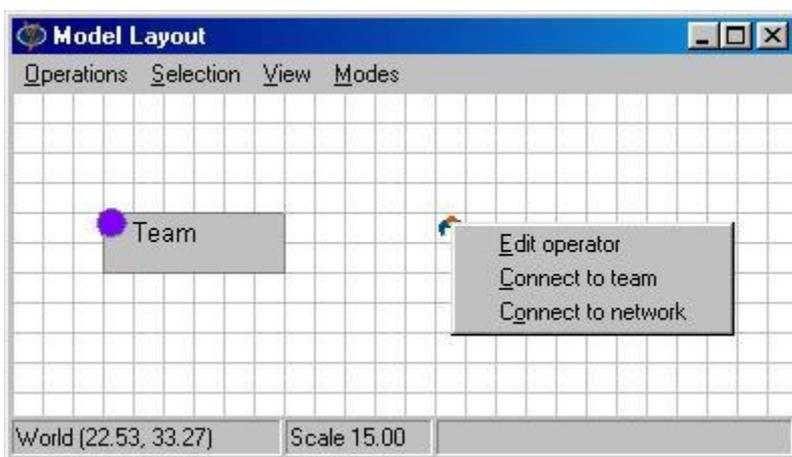
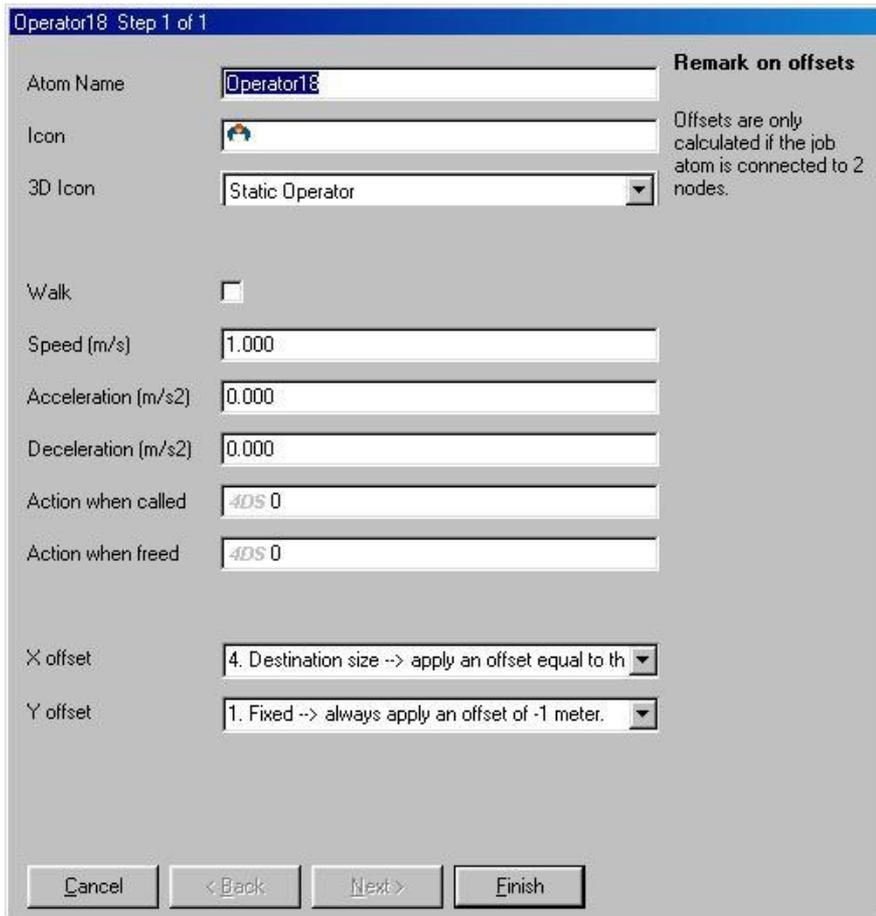

图 9-2 Team(团队)与 Operator(操作员)
图 9-4 Operator的输入窗口
现在我们将一个Operator(操作员)和一个Team(团队)原子拖进模型。这两个原子都能在Operators下的库中找到。右键点击Operator(操作员)就能打开(图9-2)的窗口, 其中有3个选项:
右键点击Operator（操作员）选择(如图9-2) Edit Operator，就会出现输入窗口(如图9-4).
4. 通过右击将Operator（操作员）与网络相连接，通过Operator（操作员）上的光标，选择Connect to network（连接到网络）（如图9-2）。